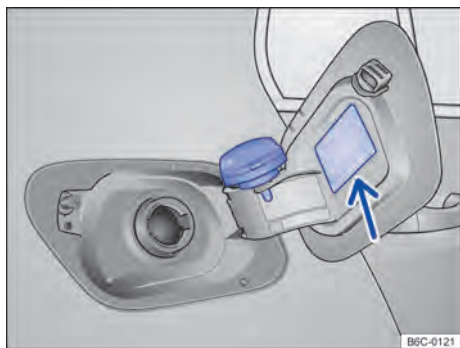

Fig. 159 Portinhola do tanque de combustível aberta com a tampa do tanque de combustível pendurada.
- Remover a tampa do tanque girando-a no sentido anti-horário e encaixá-la no suporte na portinhola do tanque → Fig. 159.